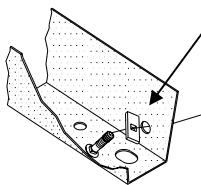
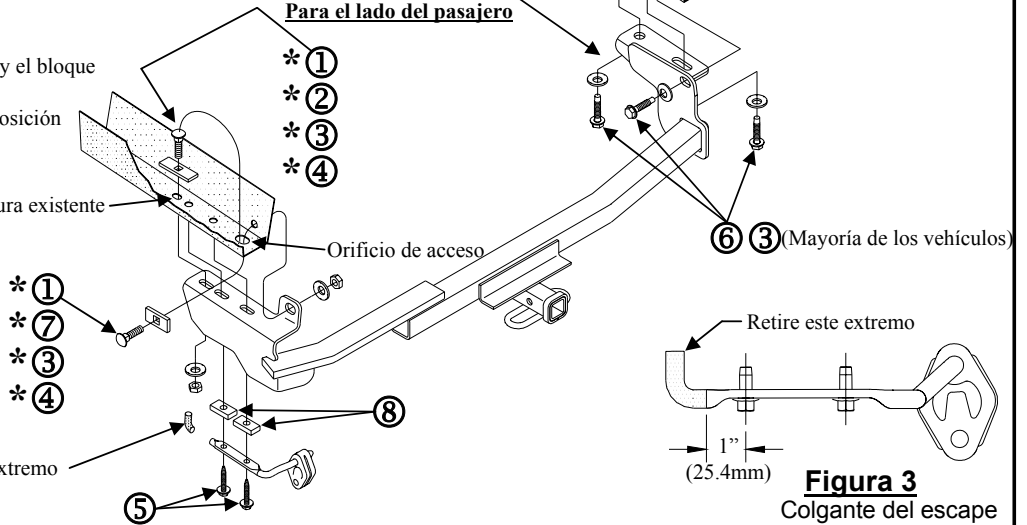

Figura 2
Figura 3
3. Inserte con cable el perno(s) de carruaje y el bloque(s) de 1/4 x 1 x 2 a través del orificio(s) de acceso en el extremo del bastidor. Mantenga el perno(s) y el bloque(s) dentro del bastidor hasta que el enganche esté en su posición. Deje el cable(s) de hilar en el perno(s) de carruaje temporalmente, ver Figura 2.
5. En todos excepto en los modelos posteriores a 2009 instale tres (3) pernos M12 de formación de rosca y arandelas cónicas dentadas dentro de las tuercas de soldar existentes sin roscar en el lado del pasajero como se muestra. Los pernos formarán las roscas.
6. Corte el extremo del colgante del escape que se extiende hacia el bastidor, ver Figura 3.
7. Vuelva a instalar el colgante del escape con los dos (2) pernos M8 x 1.25 x 55mm y los bloques espaciadores de 7/16 y vuelva a instalar el cartucho de carbono que se quitó en el paso 1.